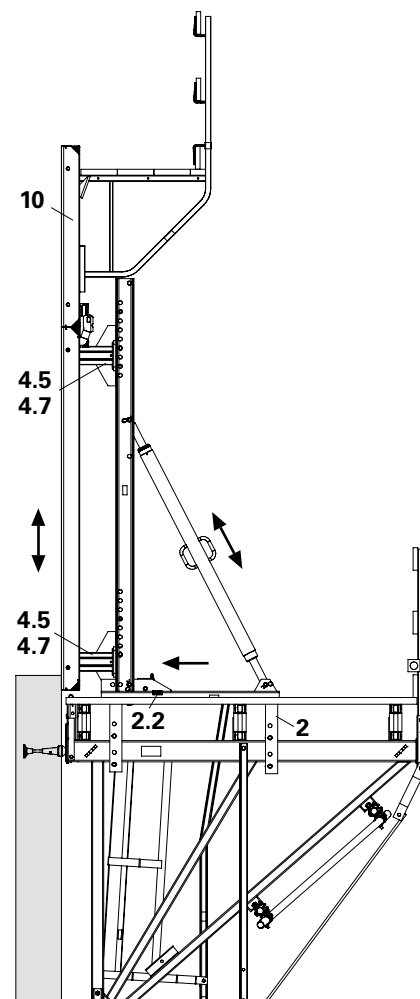

Fig. B2.22
5. Introducir la unidad de encofrado (10) con el gancho de elevación MAXIMO (10.6) en los adaptadores CB (4.5) y afirmar con arcos (4.7).
7. Acercar el carro (2) con el encofrado al muro. Asegurar el carro con la cuña dentada (2.2).
8. Posicionar el encofrado. (Fig. B2.22)